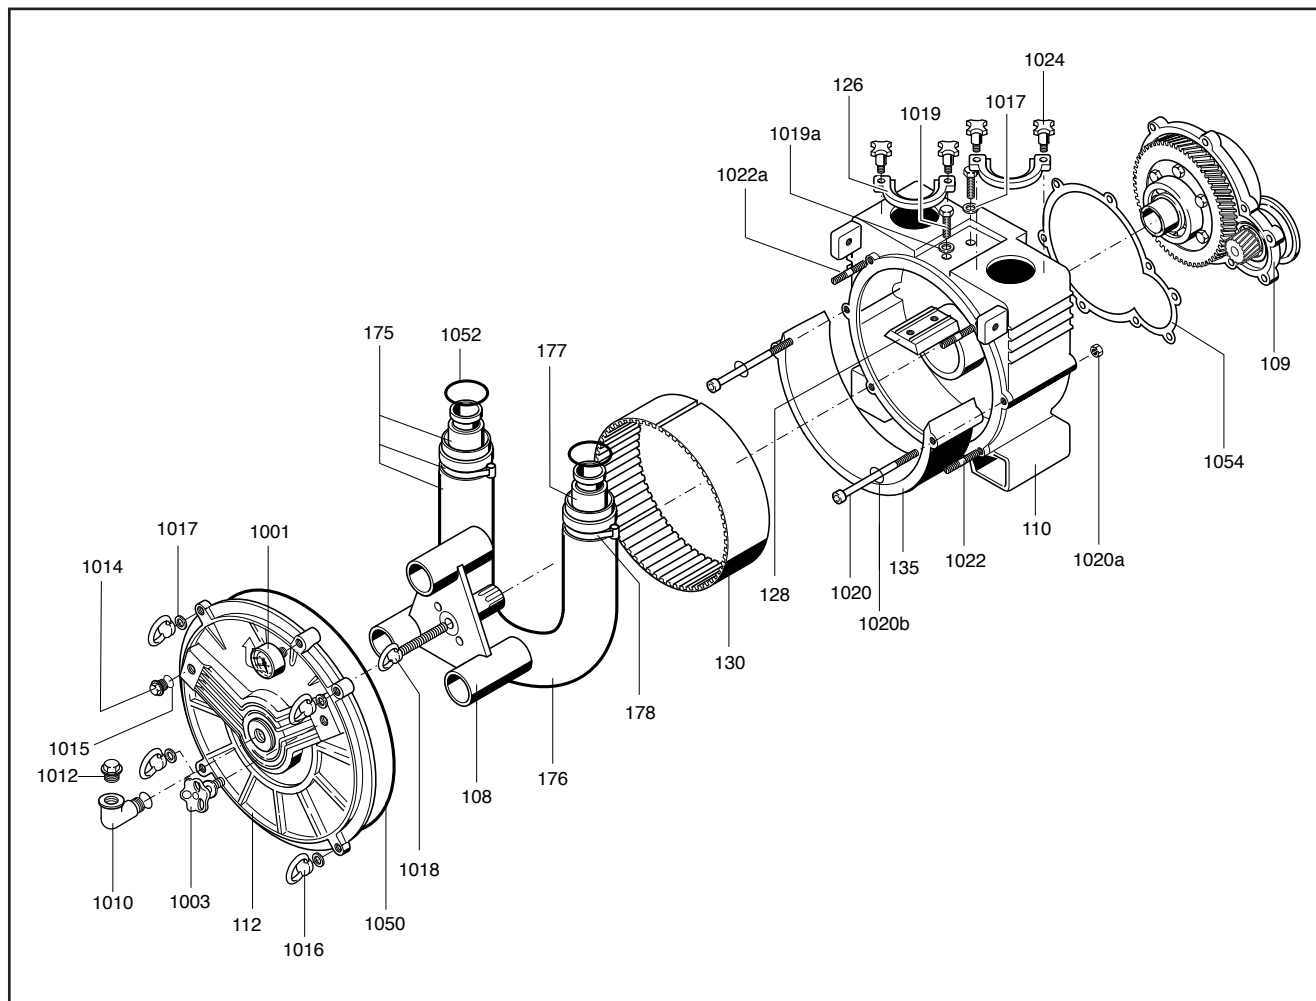

Abb. 13 - Standardaufbau (Ersatzteile) - Pumpenkopf
4. Vier Muttern (Teile-Nr.1016, Abb. 13) am Pumpendeckel lösen und herausdrehen. U-Scheiben abnehmen.